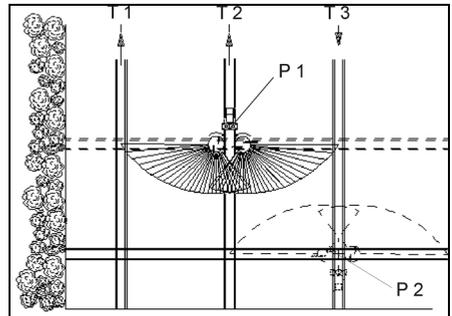

Fig. 34
**Öffnen des Schiebers** bei "Hinfahrten" ungefähr am Punkt P1 (Fig. 34), wenn der Schlepper die 2.Fahrgasse des Vorgewendes (gestrichelte Linie) passiert.
**Schließen des Schiebers** bei "Herfahrten" am Punkt P2 (Fig. 34), wenn sich der Streuer in Höhe der ersten Fahrgasse des Vorgewendes befindet.